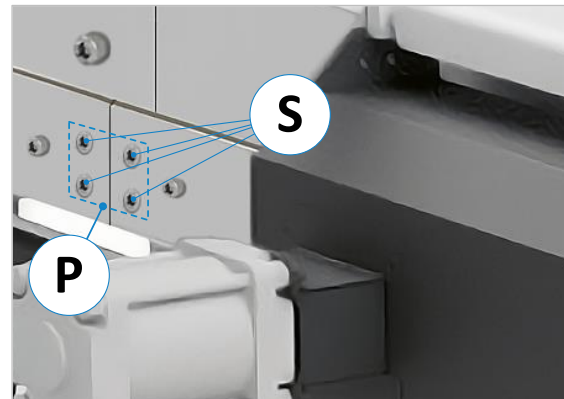

Abbildung 10: Segmente verbinden (Hinterseite)
2. **Nur EXAKT HD A und E:** Um die Führungs-Flachstähle (F) für den Anschlag an den Stoßstellen miteinander zu verbinden, verwenden Sie pro Stoßstelle je eine der mitgelieferten Verbindungsplatten (P) mit den vier Gewindebohrungen (siehe \Rightarrow Abbildung 10). Bringen Sie diese von der Vorder- bzw. Innenseite aus an und befestigen Sie sie mit einem SW 6 Innensechskantschlüssel von der Rückseite aus über die vier Innensechskantschrauben (S).